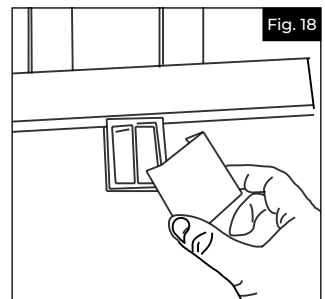

Fig. 18
- a. Fixer la patte d'appui à la surface de la terrasse à l'aide de la vis de patte d'appui, et enclencher le couvercle en place (traverse de 10 pi (304,8 cm) seulement) (Fig. 18).